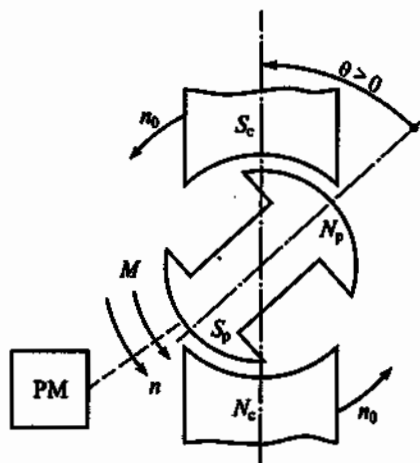

Рис. 231
9.70. Синхронный двигатель вращает рабочий механизм (РМ). На рис. 231 показано расположение полюсов ротора N_r, S_r и статора S_c, N_c двигателя. (Полюса статора для наглядности изображены в виде постоянных магнитов, на самом деле они являются неявными.) В каком из перечисленных признаков двигательного режима синхронной машины допущена ошибка?